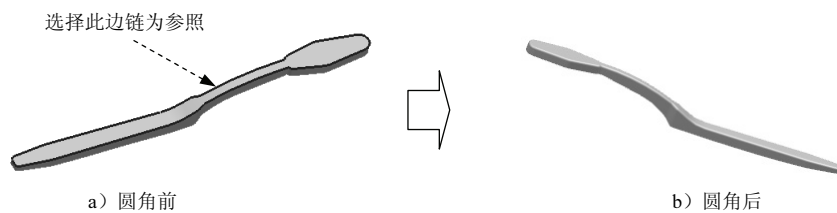

图 6.2.14 边倒圆特征 3
Step12. 创建边倒圆特征 3。选择图 6.2.14 所示的边链为边倒圆参照，并在半径 1 文本框中输入值 1.5。单击 **<确定>** 按钮，完成边倒圆特征 3 的创建。